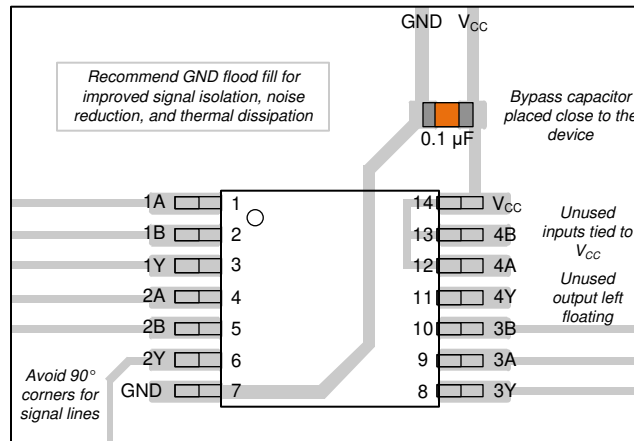

图 8-3. SN74LVC132A-Q1 的示例布局
1. 在 V_{CC} 至 GND 之间添加一个去耦电容器。此电容器需要在物理上靠近器件，在电气上靠近 V_{CC} 和 GND 引脚。图 8-3 中展示了示例布局。
电源可以是 建议运行条件 中最小和最大电源电压额定值之间的任何电压。每个 V_{CC} 端子均应具有一个旁路电容器，以防止功率干扰。建议为该器件使用 $0.1\mu F$ 电容器。可以并联多个旁路电容器以抑制不同的噪声频率。 $0.1\mu F$ 和 $1\mu F$ 电容器通常并联使用。旁路电容器应安装在尽可能靠近电源端子的位置，以获得更佳效果，如 图 8-3 所示。